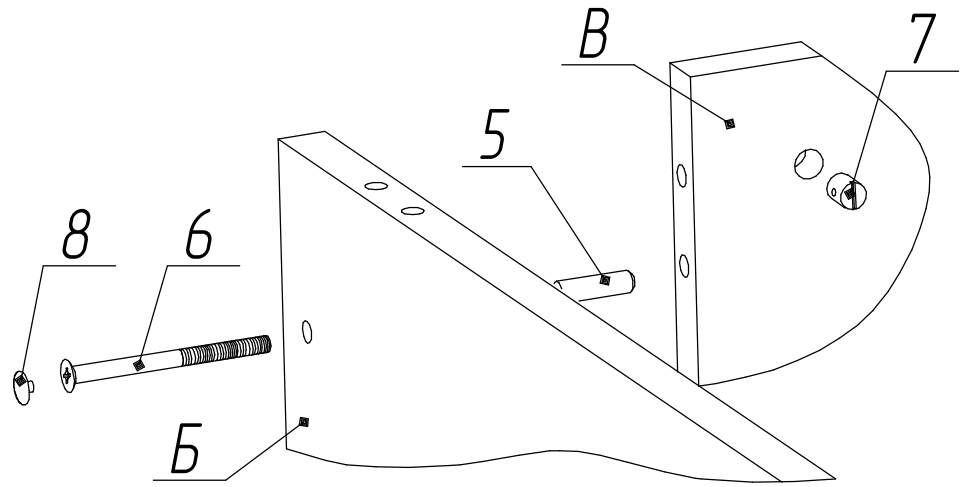

Рисунок 3
8. На винты IMBUS установить заглушки поз.8 (Рисунок 3).